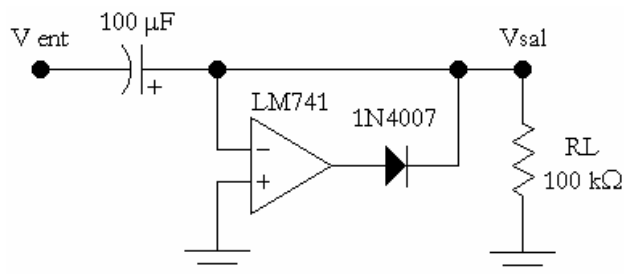

Figura 4
- 4.1. Armar el circuito de la Figura 4 y aplicar a la entrada una onda senoidal de 2 V pico a pico, 100 Hz y sin offset de continua.